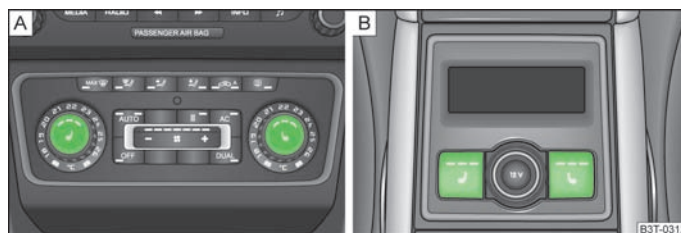

Fig. 57 Regulator pentru încălzirea scaunelor din față/spate
- Apăsând pe suprafața regulatorului în zona simbolului respectiv » fig. 57 - **A**, puteți activa și regla încălzirea scaunului șoferului, respectiv al pasagerului față.
- Prin apăsarea regulatorului respectiv » fig. 57 - **B** puteți porni și regla încălzirea la scaunul din spate stânga sau dreapta.